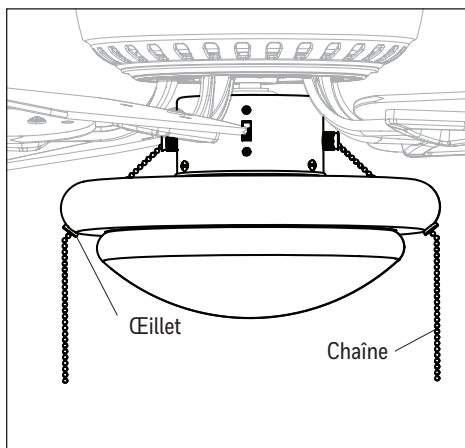

Figure 4.7
7. Passer les chaînes du boîtier de l'interrupteur dans les œillets situés au bas du luminaire (Figure 4.7).